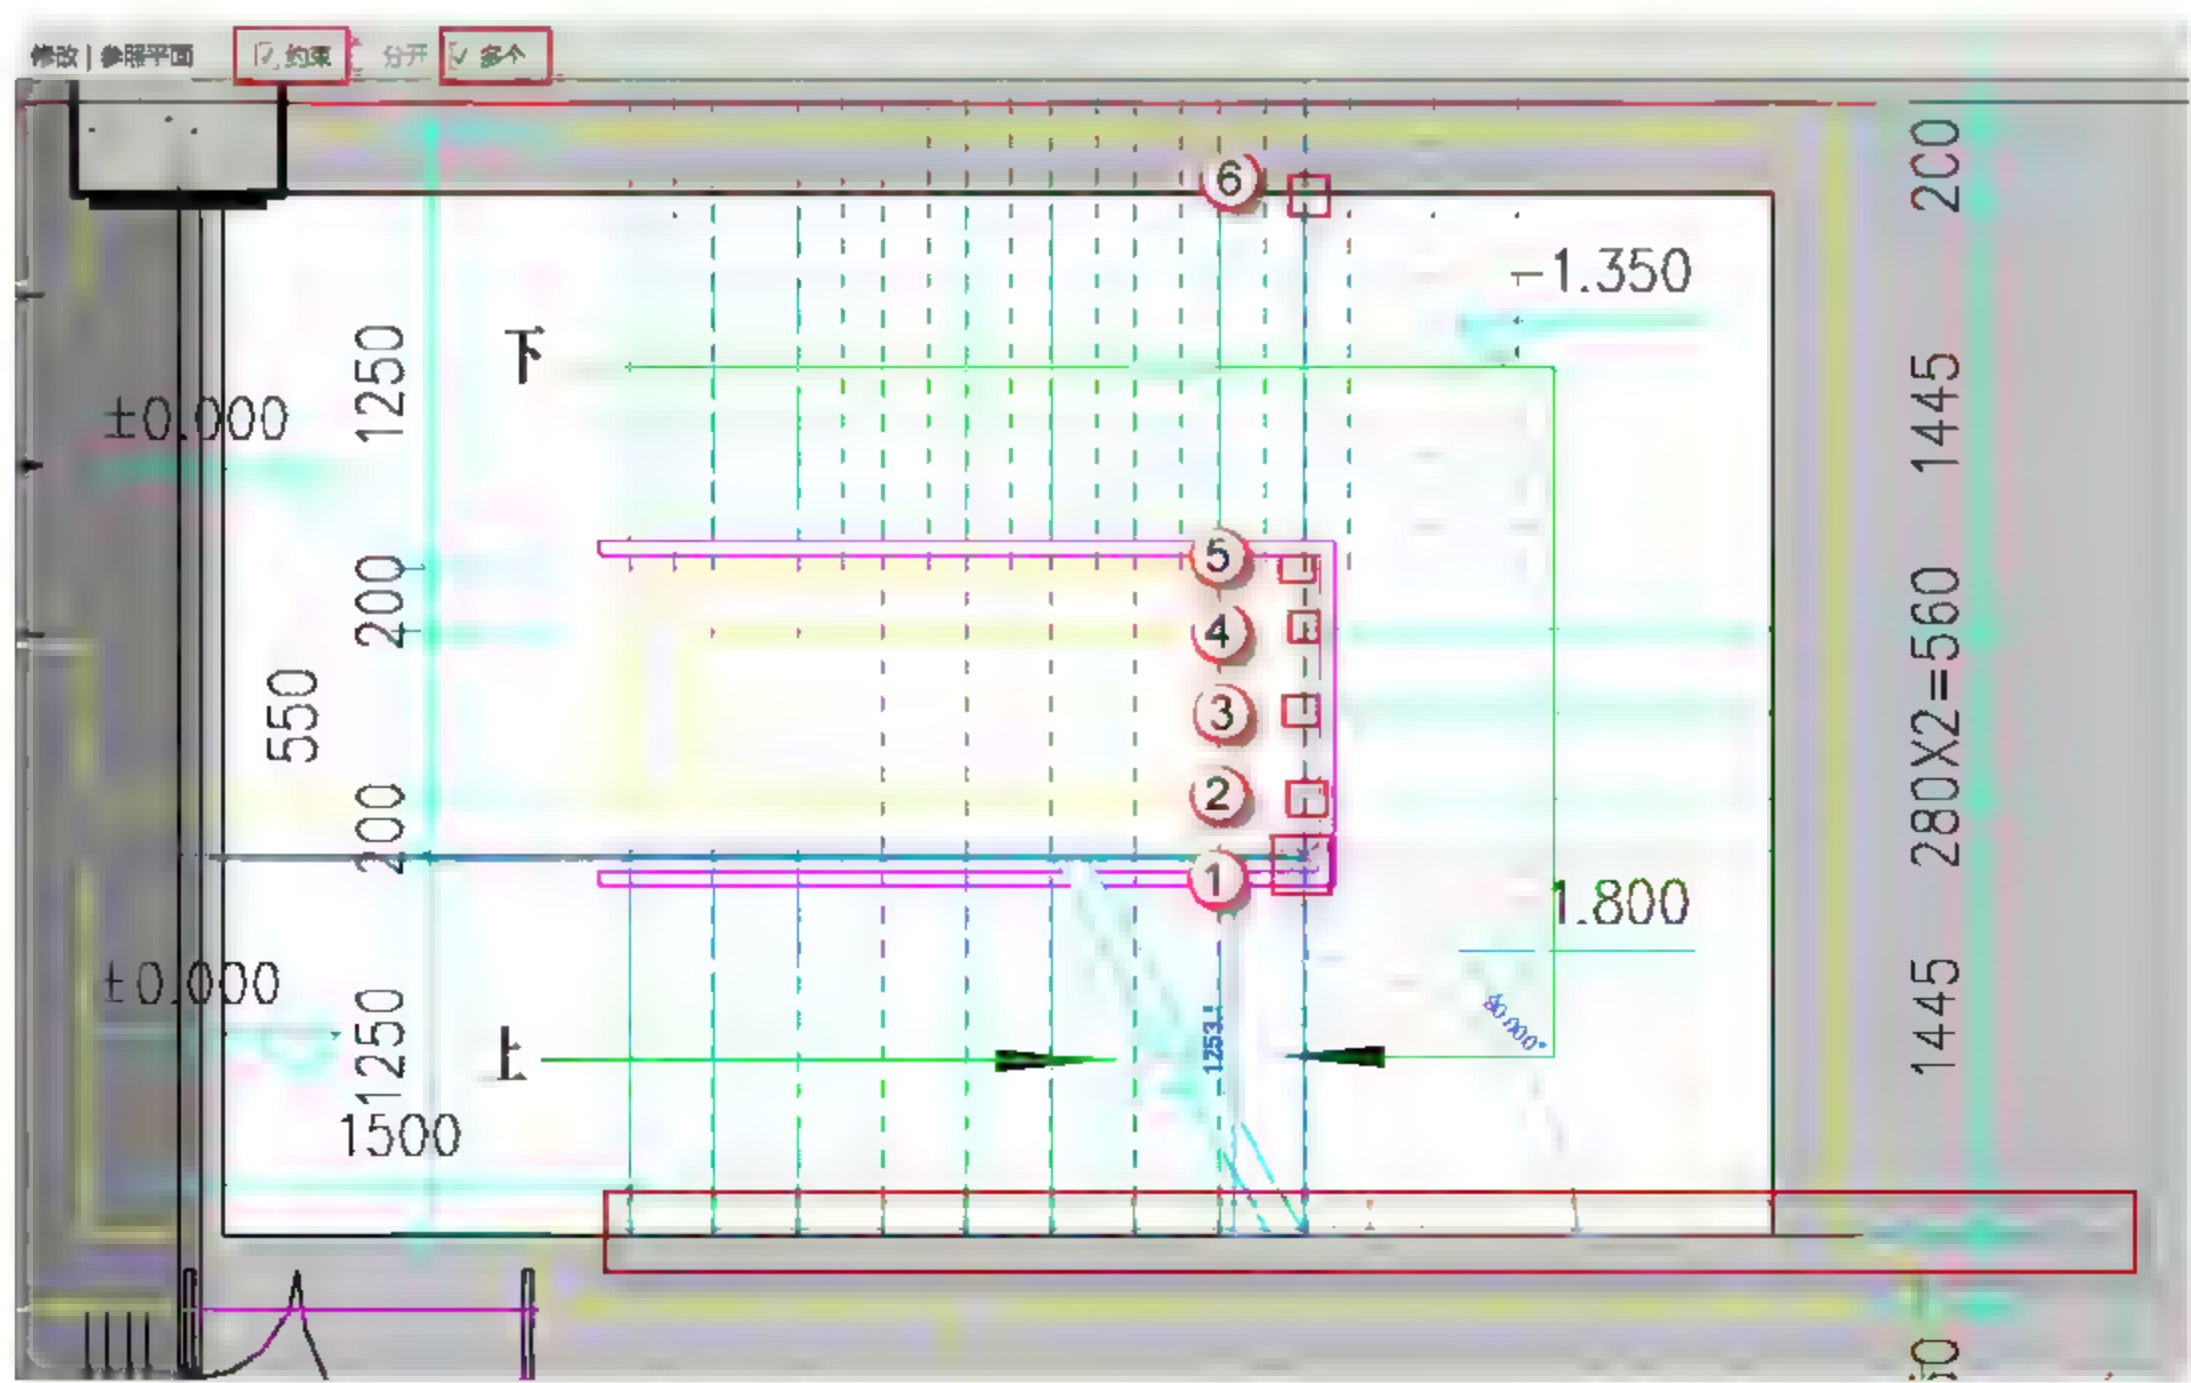
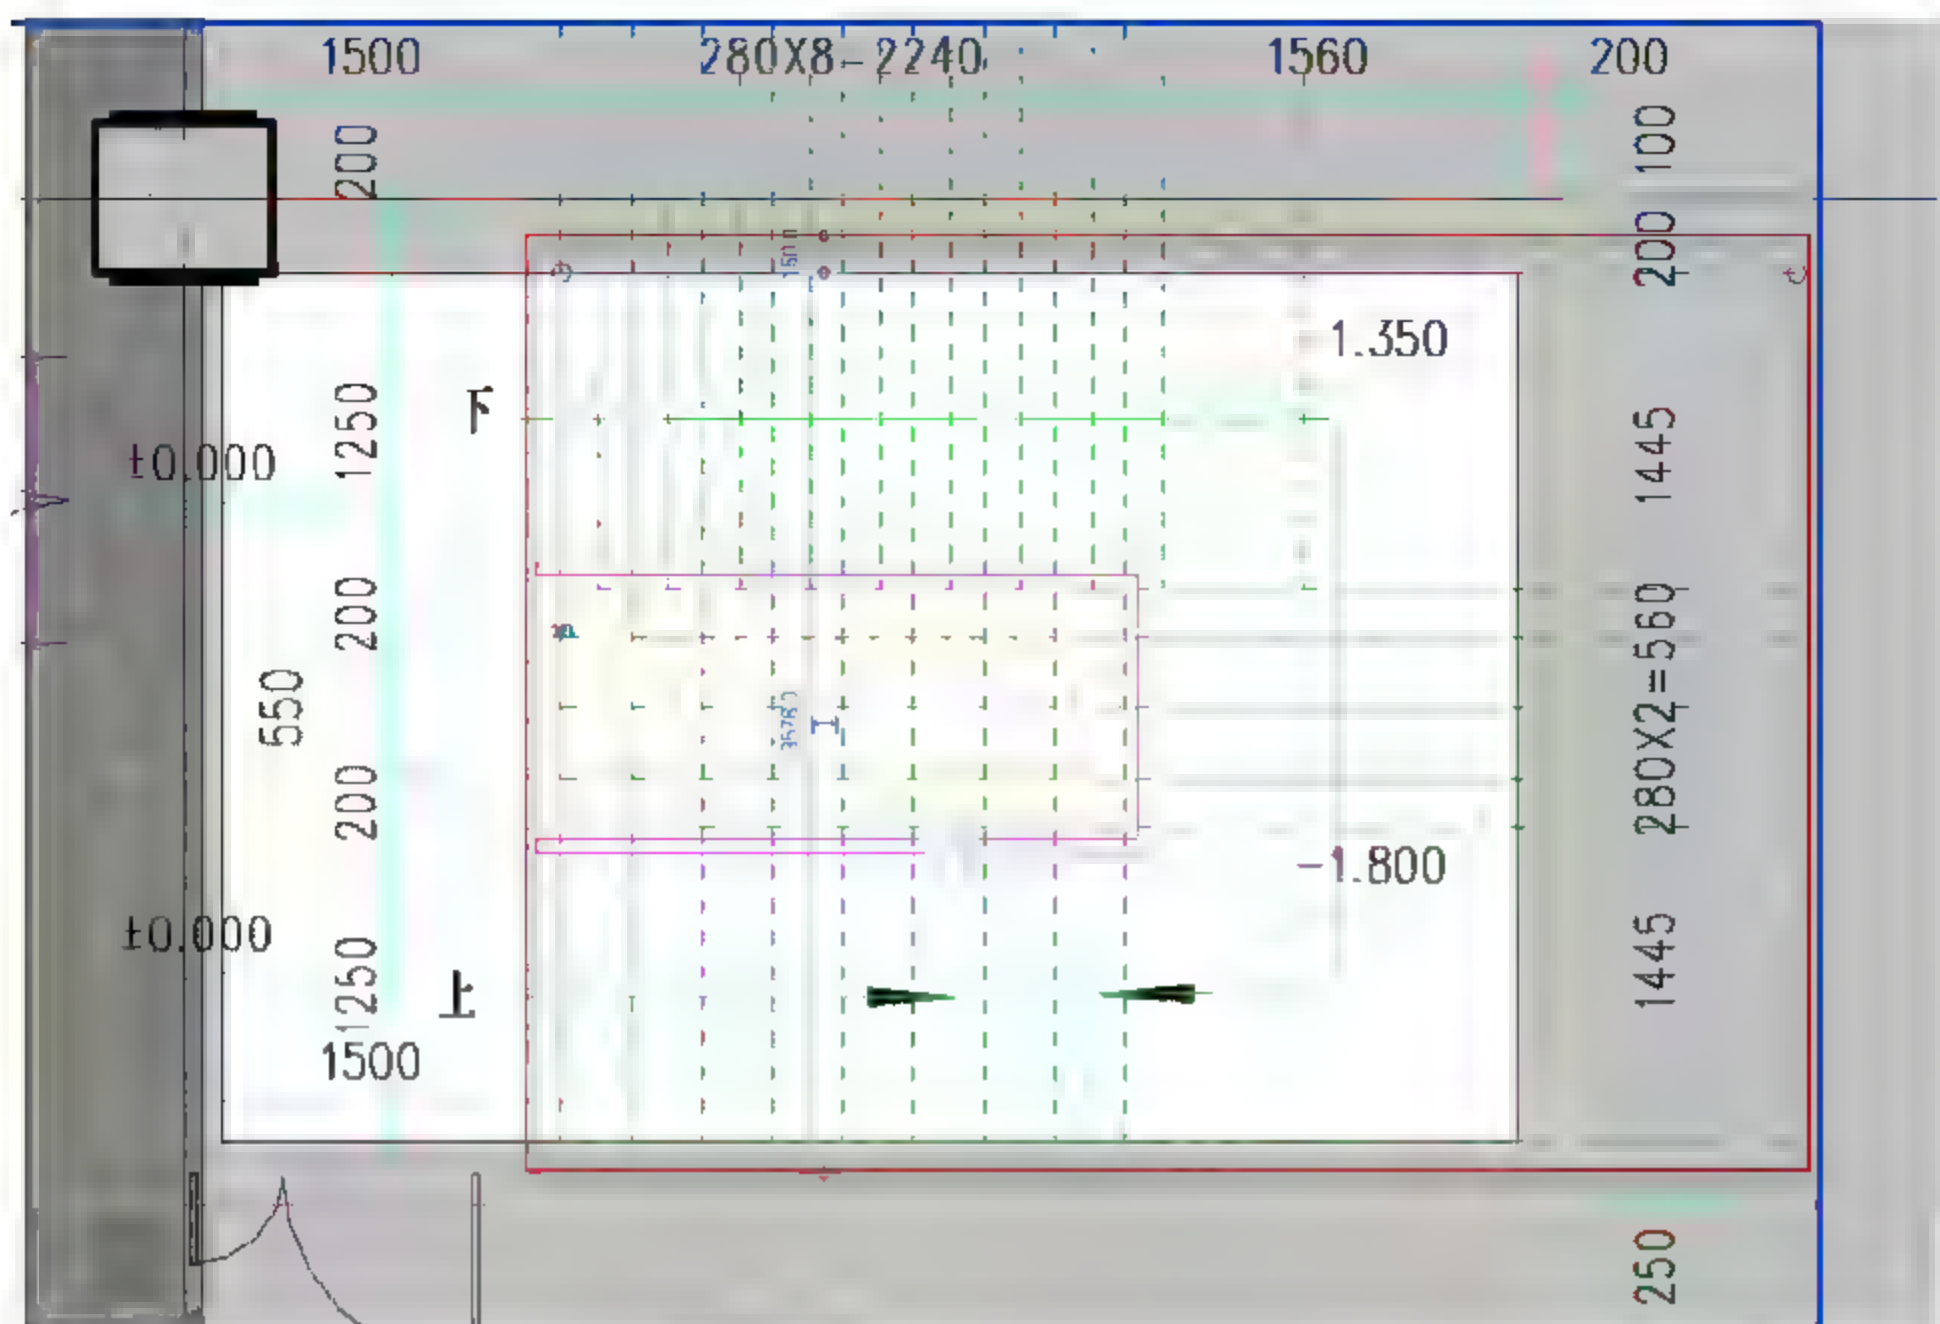

图 11.2.42 复制多个水平参照线
图 11.2.43 完成水平参照线绘制
(8) 绘制水平参照平面。按快捷键 **R+P** 绘制参照平面，沿着楼梯最下面的边线绘制一条水平参照平面，按快捷键 **C+O**，选中“约束”和“多个”复选框，然后捕捉楼梯线依次再向上复制 6 条参照线，如图 11.2.42 所示。绘制成功后的效果如图 11.2.43 所示。